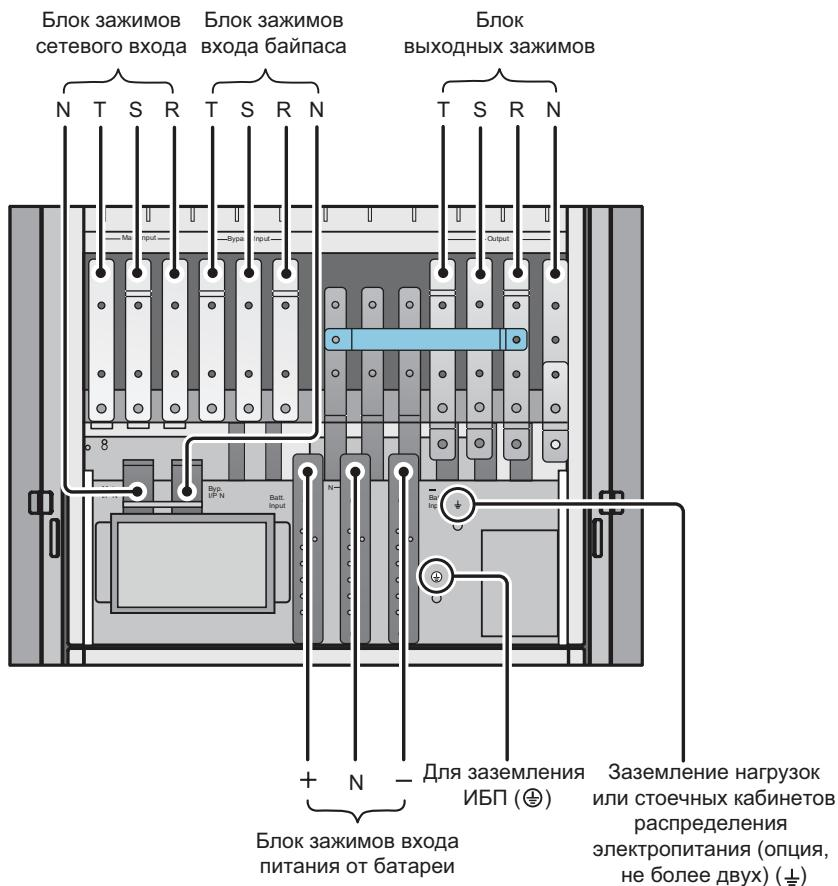
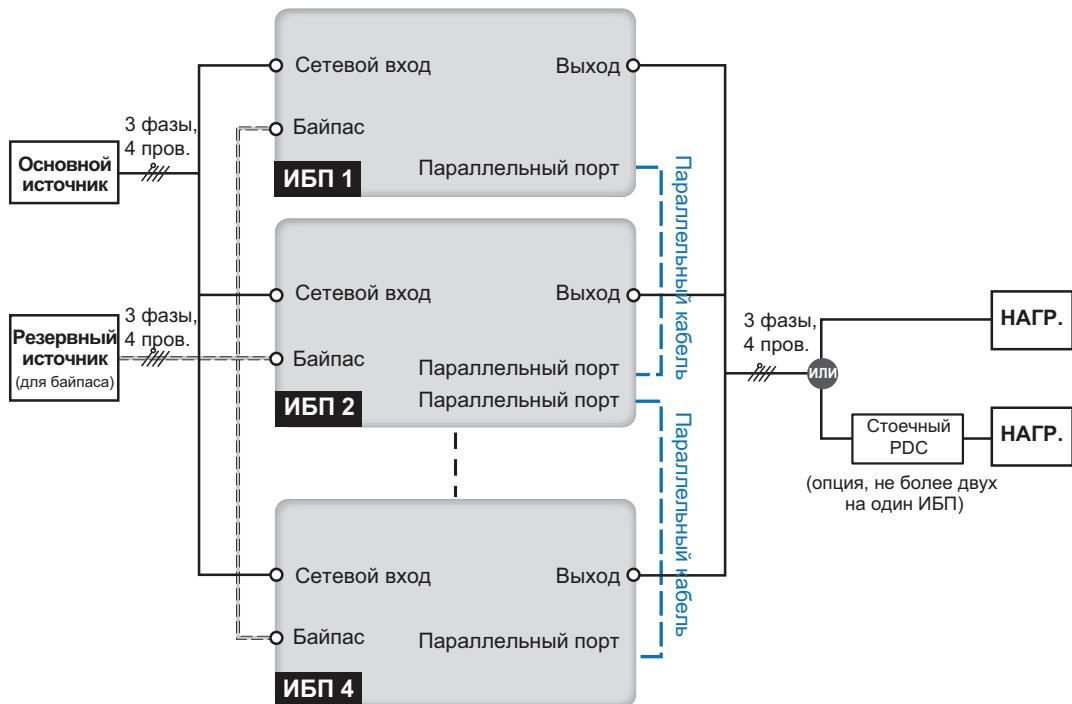

Рис. 5-9. Схема подключения в конфигурации с двумя входами (одиночный ИБП)
Рис. 5-11. Схема подключения в конфигурации с двумя входами (параллельные ИБП)
3. Подключите к блоку зажимов ИБП источник переменного тока, нагрузки или стоечный РДС (опция, не более двух), внешний батарейный кабинет и заземление. См. **Рис. 5-9**. Следуйте указаниям Руководства по эксплуатации РДС относительно монтажа, подключения, вентиляции и работы с этим устройством.
4. Нейтральный проводник источника переменного тока, подключенного к входу байпаса, подключите к зажиму нуля (N) сетевого входа.
3. Подключите к блоку зажимов ИБП источник переменного тока, нагрузки или стоечный PDC (опция, не более двух), внешний батарейный кабинет и заземление. См. **Рис. 5-9** и **Рис. 5-11**. Следуйте указаниям Руководства по эксплуатации PDC относительно монтажа, подключения, вентиляции и работы с этим устройством.
- Нейтральный проводник источника переменного тока, подключенного к входу байпаса, подключите к зажиму нуля (N) сетевого входа.